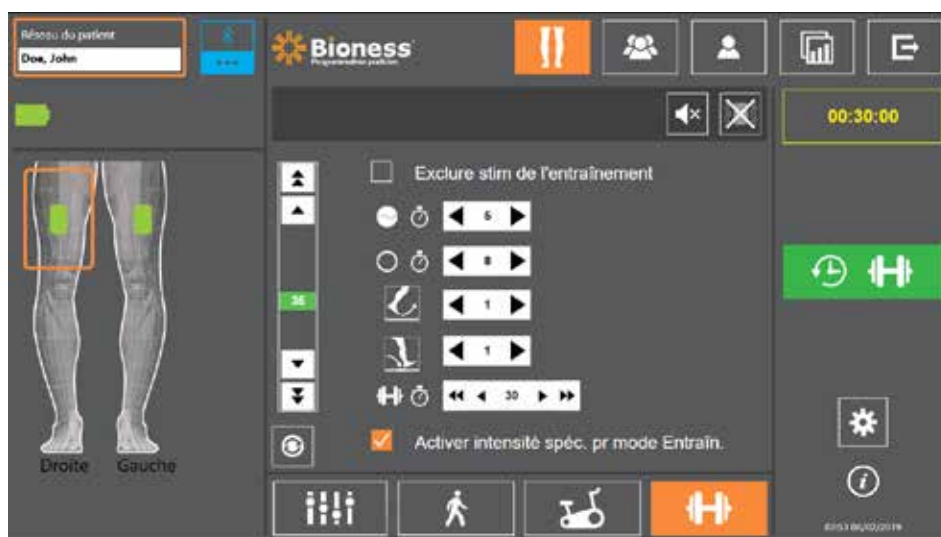

Figure 9-7 : Programmation de la stimulation, écran des réglages d'entraînement
- L'écran des réglages d'entraînement s'ouvre. Reportez-vous à la figure 9-7.